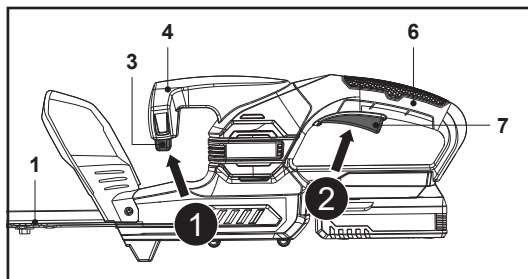

Fig. 6
1. Assegure-se de que o dispositivo de corte (lâmina) (1) não toca em quaisquer objetos. Remova a cobertura da lâmina (11) do dispositivo de corte (lâmina) (1) antes de ligar o produto.
2. Segure o produto com uma mão na pega dianteira (4) e a outra na pega traseira (6).
3. Prima o interruptor de segurança (3) e segure-o nessa posição (Fig. 6, passo 1).
4. Prima o interruptor para ligar/desligar (7) para ligar o produto (Fig. 6, passo 2).
5. Liberte o interruptor para ligar/desligar (7) ou o interruptor de segurança (3) para desligar o produto.